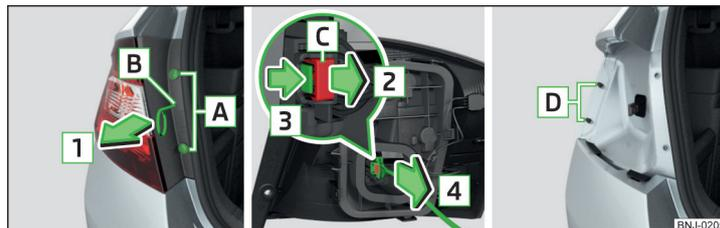
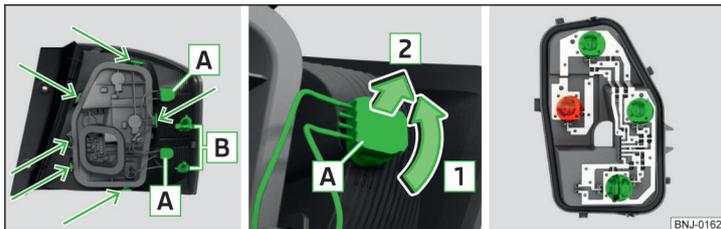

Fig. 218 Desmontar la lámpara / Quitar el conector
Fig. 219 Parte exterior de las luces/ extraer la bombilla/ soporte de luces
- Tomar con la mano la luz y tire en el sentido de la flecha [1] » fig. 218 con cuidado desde los pernos [D].
- Asegurar el bloqueo en el sentido contrario al de la flecha [2] » fig. 218.
- Colocar las luces con las aperturas [B] » fig. 219 de la pág. 180 en los pernos [D] » fig. 218 en la carrocería.
- Girar el portalámparas con la bombilla **A** en el sentido de la flecha **1** » fig. 219.
- Desbloquee el portalámparas en las áreas señaladas con las flechas » fig. 219 y extraiga el portalámparas de la luz.